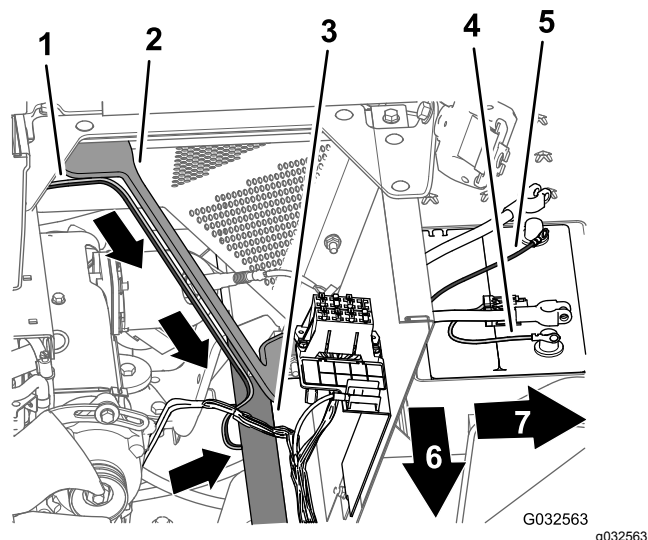

Figura 111
- Disponete la diramazione da 165 cm del cablaggio preassemblato verso il basso lungo il supporto sinistro della copertura del motore e sotto il tubo del telaio di sinistra (Figura 111).
- Disponete il fusibile da 50 A e i terminali ad anello positivo e negativo della diramazione di 165 cm del cablaggio preassemblato sulla parte superiore della batteria (Figura 111).